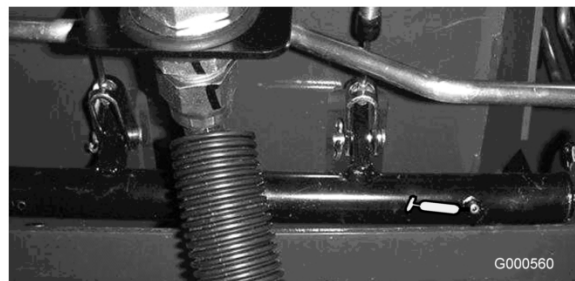

Bild 21
- Bremsstangen-Drehlager (5) (Bild 21)